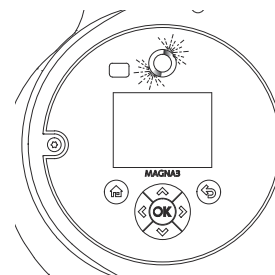

Рис. 44 Индикатор Grundfos Eye мерцает
7. Следуйте инструкциям на дисплее, чтобы установить связь между головными частями насоса. Когда индикатор состояния на подчиненной головной части загорится зеленым цветом, нажмите кнопку [OK] на подчиненной головной части. См. рис. 44.